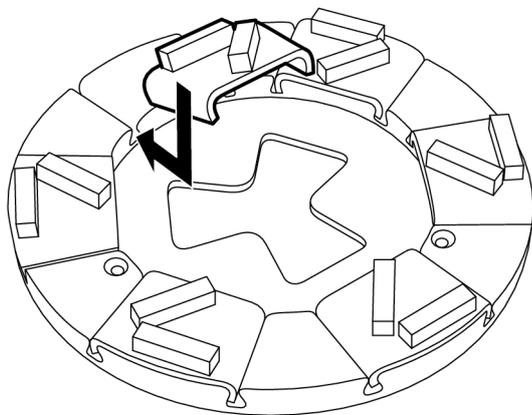

Рисунок 4-3. Установка головок
1. Сместите шлифовальную головку по диагонали сверху вниз в соответствующий направляющий паз в держателе, см. Рисунок 4-3, стр. 18. Затем полностью втолкните головку в паз.
2. Сместите шлифовальную головку по диагонали сверху вниз в соответствующий направляющий паз в держателе, см. Рисунок 4-3, стр. 18. Затем полностью втолкните головку в паз.